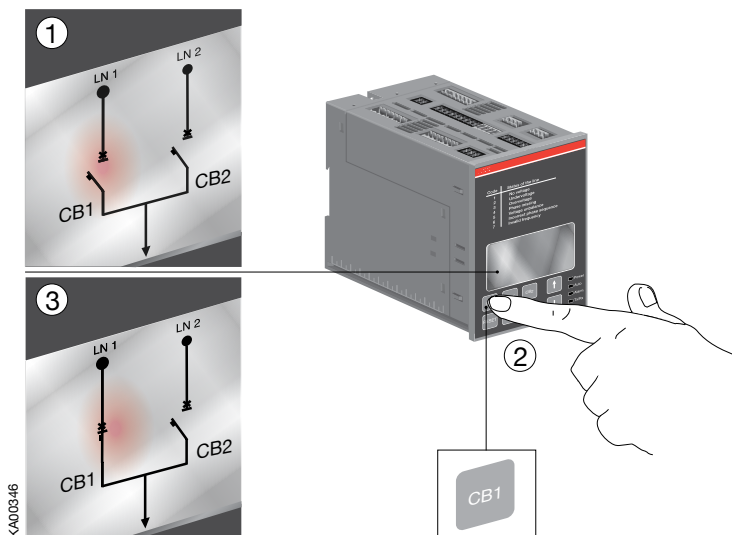

Abbildung 4.2 Wahl der Stromversorgungsleitung mittels ATS022 bei Handbetrieb
- b. Wenn man die Taste CB1 (siehe Abbildung 4.2/②) drückt, wird der Leistungsschalter CB1 in die EIN-Stellung (LED CB1 ON, LED LN1 ON, siehe Abbildung 4.2/③) gebracht und der Leistungsschalter CB2 befindet sich in der AUS-Stellung. Falls der Leistungsschalter CB1 sich schon in der EIN-Stellung befindet, wird der Leistungsschalter CB1 beim Drücken der Taste CB1 ausgeschaltet.